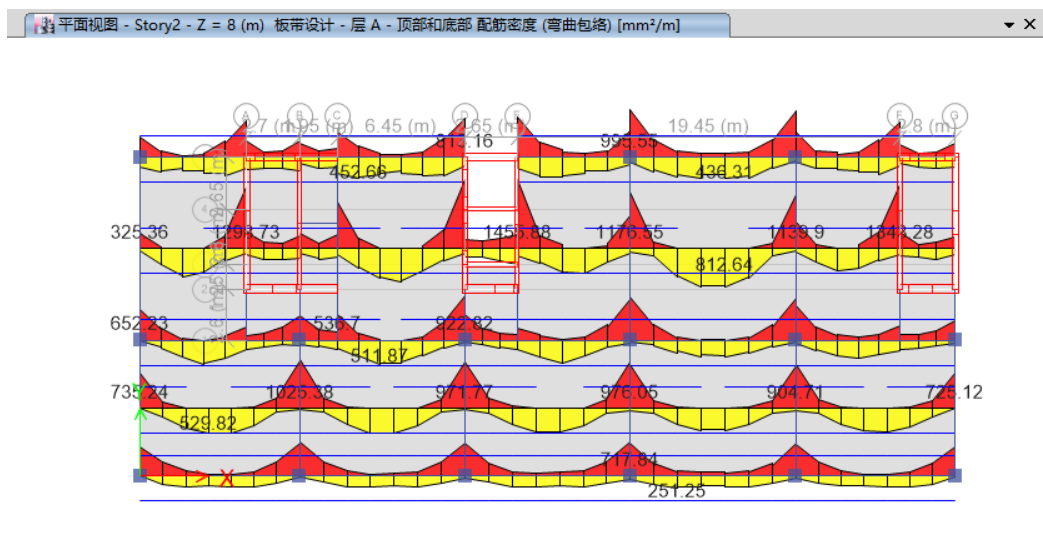

图 10-10 基于板带的配筋结果
4. 完成设计后，视图中显示基于板带的配筋结果，如图 10-10 所示：